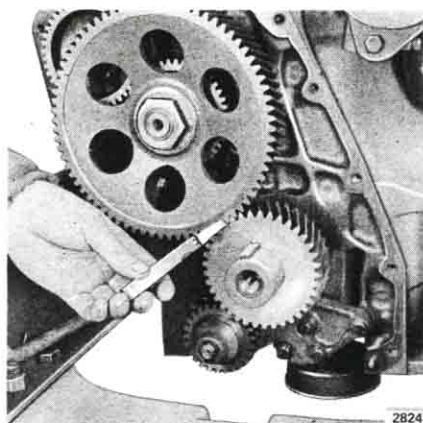

Fig 36. Mätning av transmissionsdrevens kuggflankspel.
10. Kontrollera kuggflankspelen, se fig 36.